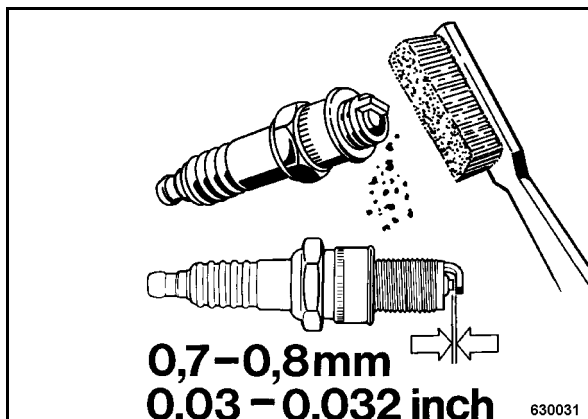

рис. 41
- Произвести визуальный контроль свечи зажигания и, при необходимости, очистить (рис. 41).